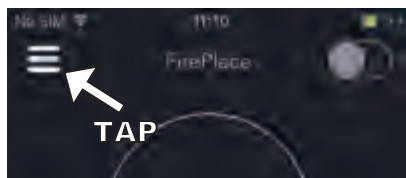

Fig. 1 Appuyez sur le bouton de menu latéral (en haut à gauche) (Non connecté)
3. Appuyez sur le bouton de menu latéral (Fig. 1)